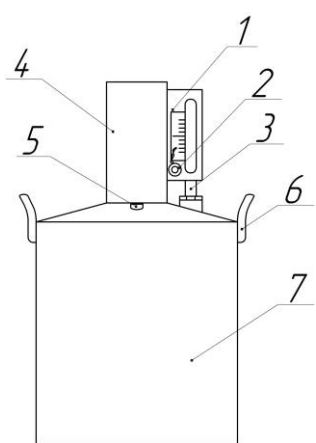
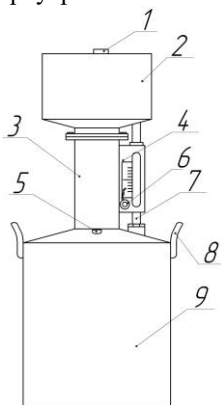

Рис. 1 Мерник М2Р, шифр «01», номинальная вместимость 2 дм³, 5дм³, 10 дм³
Рис. 3 Мерник М2Р, шифр «01П», номинальная вместимость 5 дм³, 10дм³
Мерник с шифром «01» (рис. 1) состоит из резервуара (7), горловины (4), водомерной трубки (3), шкалы (1), ампулы уровня (5). Мерник с шифром «01П» (рис. 3 и 4) дополнительно комплектуется пенегасителем (2), который герметично крепится на горловине. У мерников (рис.3-6) пенегаситель изготовлен в виде воронки, что позволяет избежать утечки рабочей жидкости при переливе.
На шкале мерников с шифром «01» и «01П» (рис. 1 – 4) нанесены риски. Средняя (нулевая риска), соответствует номинальной вместимости мерника при температуре 20 °С. Цена деления шкалы равна погрешности мерника и составляет ± 0,1% его номинальной вместимости. Шкала мерника крепится на кронштейне с помощью винтов и пломбируется навесной пломбой. Положение сливного крана также пломбируется с помощью навесной пломбы.
Непосредственно перед началом работы мерник необходимо смочить рабочей жидкостью, по окончании слива дается 30 с на слив капель. Заполнение мерника производится через горловину (4) (рис. 1 и 2) или через заливной патрубков (1) пенегасителя (рис. 3 и 4). После заполнения мерника рабочей жидкостью отсчёт количества жидкости фиксируется по шкале мерника. Наблюдение проводят по нижнему краю мениска водомерной стеклянной трубки (рис. 1 – 4). У мерников вместимостью 2 дм³, 5 дм³ и 10 дм³ слив жидкости проводится через горловину. У мерников вместимостью 20 дм³ и более слив жидкости проводится через сливной кран. По окончании слива дается 30 с на слив капель.